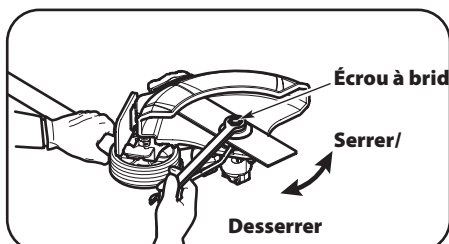

Figure 3
2. Tenez la tige de blocage près du boîtier de l'arbre inférieur et maintenez-la bien. Voir Figure 3.
5. Tenez la tige de blocage près de l'arbre du boîtier et maintenez-la bien. Voir Figure 3.